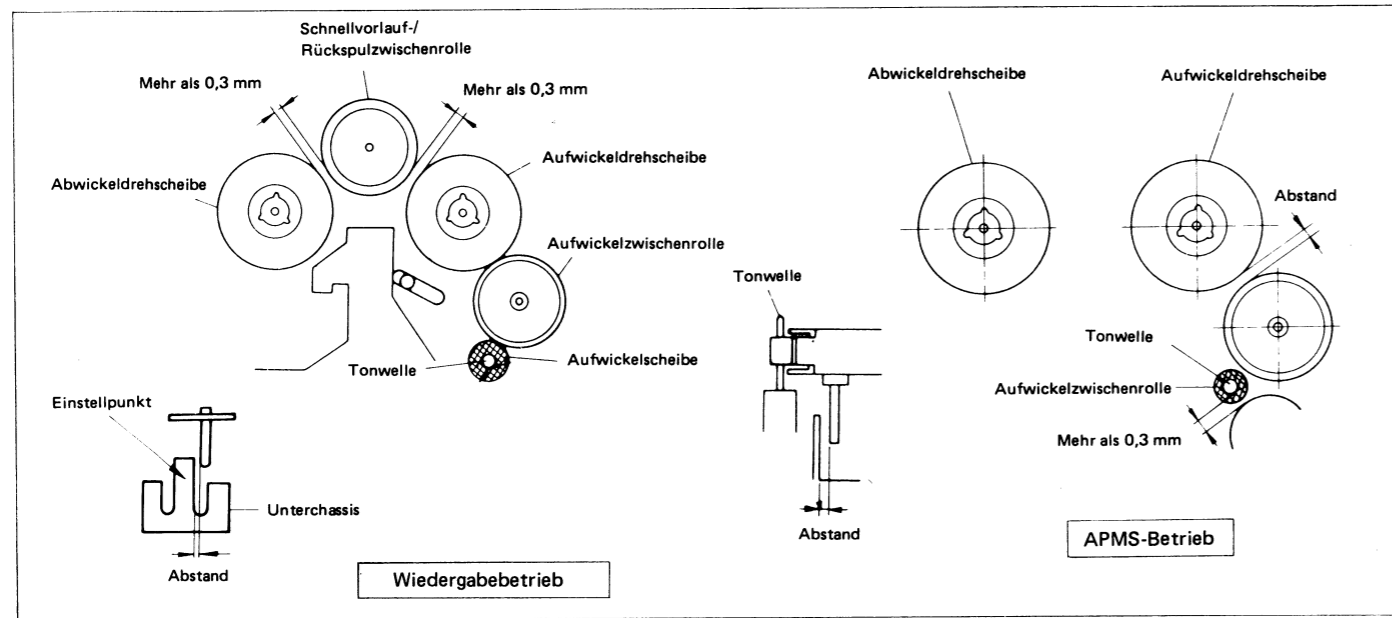

Abbildung 9–1
3. Wird bei der Überprüfung gemäß den obigen Schritten 1 oder 2 ein unvorschriftsmäßiger Abstand festgestellt, die betreffenden Teile gemäß Abbildung 9–1 einstellen, und außerdem nachprüfen, ob die Rückführung des Unterchassis normal ist.
(Siehe Abbildung 9–2)